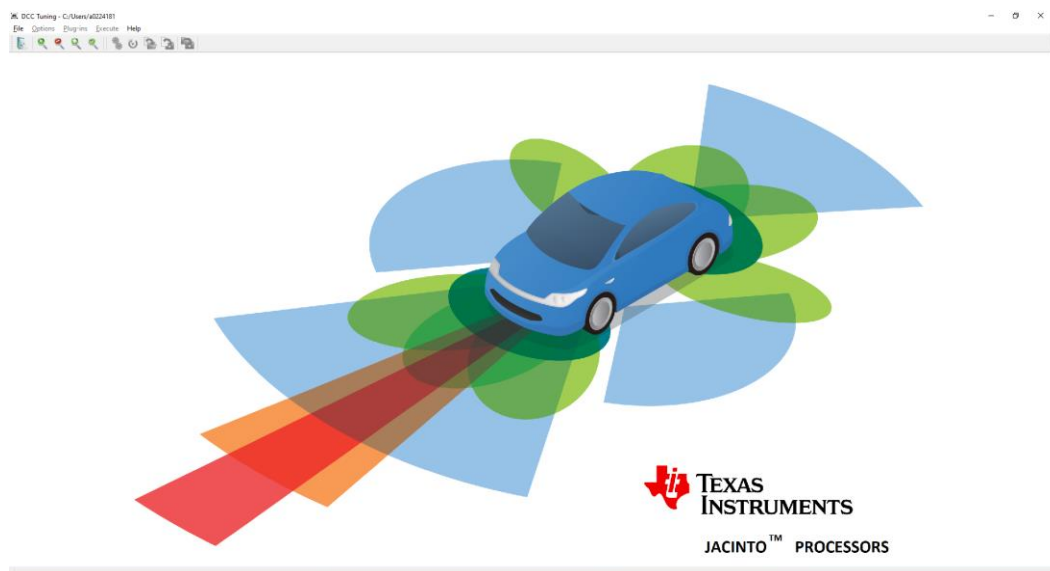

图 3. DCC Tools
2. 使用 DCC 工具利用镜头的 YUV 图片和 mesh.txt 生成 xml 文件：这里解释一下 XML 文件，如图 3 和 4 所示，DCC 工具输入文件采用 XML 格式。